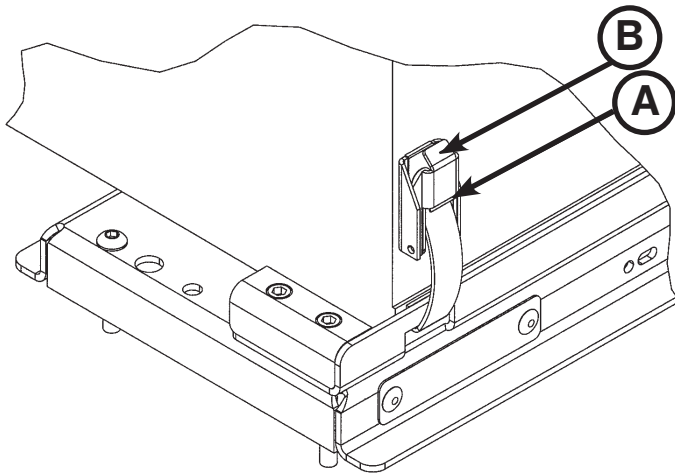

Figura 36: Incubadora Airborne™ adyacente
1. Presione la pestaña de cierre (A) para liberar el cierre (B), tal como se muestra en la figura 36.
2. Tire hacia abajo de la pestaña de cierre (B) y abra cada uno de los cierres de las cuatro esquinas de la incubadora.
4. Inserte cada cierre en su ranura del adaptador. Empuje hacia arriba el cierre (B) para asegurar los cierres. Verifique que los cuatro cierres estén bien fijados.